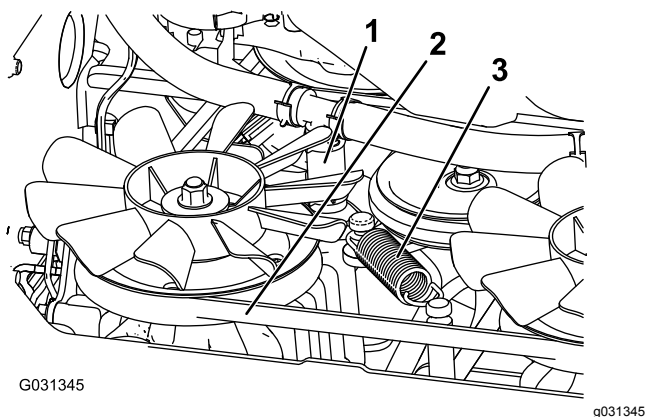

Figura 68
5. Togliete il flessibile idraulico inferiore (Figura 68).
6. Rimuovete la molla di tensione (Figura 68).
7. Rimuovete la cinghia del piatto di taglio dalla frizione e dal relativo fermo (Figura 68).